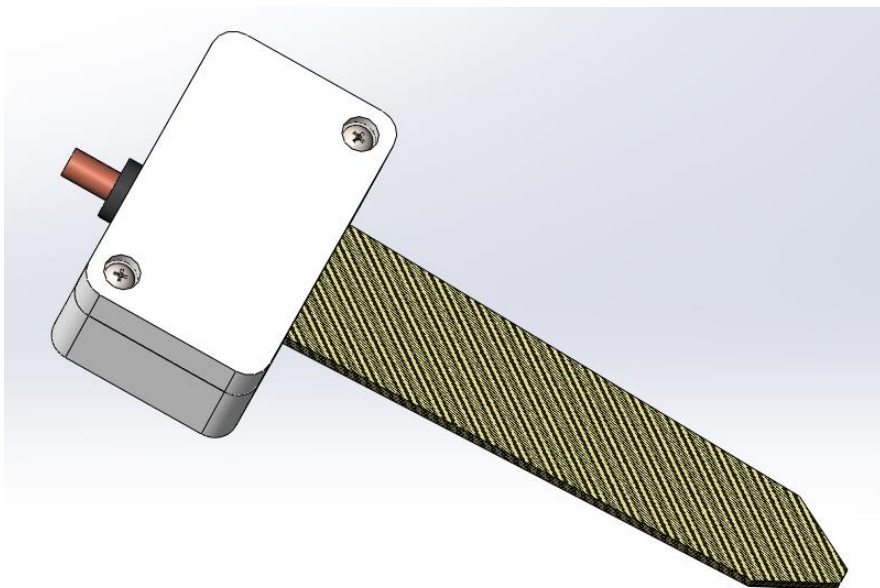

Рисунок 1. Внешний вид изделия «СОКОЛ-ДВП».
2.2. Датчик влажности и температуры почвы «СОКОЛ-ДВП» представляет собой стеклотекстолитовую пластину (FR4) в форме вытянутой трапеции с заостренным концом для удобства установки на месте эксплуатации. На измерительную часть датчика нанесены чувствительные элементы емкостного типа, изолированные двумя слоями текстолита. Электронная плата находится внутри прямоугольного корпуса (рис.1). Изменение влажности почвы приводит к изменению емкости конденсатора, что в свою очередь влияет на частоту выходного сигнала. Рекомендуется к использованию в однородных почвах с невысоким уровнем засоленности. Датчик измеряет диэлектрическую проницаемость почвы, значение которой напрямую зависит от объемного содержания влаги в почве.